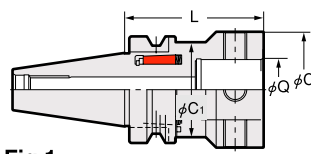

Fig.1
- ★Fig.1とFig.3のセットコードNo.には、Q26ベースホルダで簡単に接続出来る様に、幅30mmの段付きスペーサが付いています。出荷時には、ヘッドとスペーサは別梱包になります。尚、ヘッド単体の発注はヘッドNo.でご用命下さい。